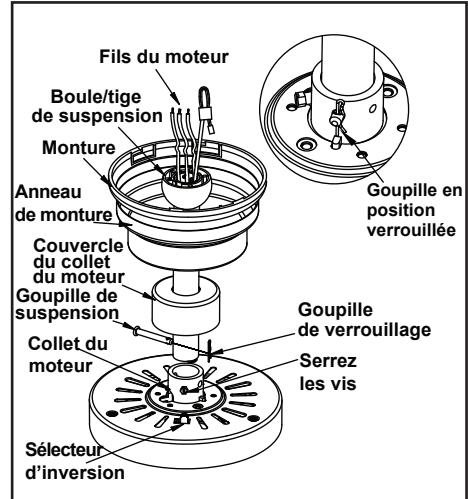

Figure 7
4. Faites passer les fils sortant du dessus du moteur du ventilateur par le couvercle décoratif du collet du moteur puis par l'anneau de monture. Assurez-vous que les ouvertures en fente sont orientées vers le haut. Faites passer les fils à travers la monture et ensuite à travers l'ensemble boule/tige de suspension. (Figure 7)
6. Alignez les trous au bas de la tige de suspension avec les trous du collet sur le dessus du boîtier du moteur. (Figure 7)
Insérez avec précaution la goupille de suspension dans les trous du collet et de la tige de suspension. Faites attention à ne pas coincer les fils à l'intérieur de la tige de suspension avec la goupille de suspension. Insérez la goupille de verrouillage dans le trou près de l'extrémité du boulon jusqu'à ce qu'elle se bloque en place, tel qu'indiqué dans le médaillon circulaire de la Figure 7.
Le ventilateur est expédié avec le commutateur d'inversion réglé pour faire circuler l'air vers le bas. Pour inverser la direction du débit d'air, il suffit d'éteindre le ventilateur, d'attendre que les pales s'immobilisent complètement, puis de glisser le commutateur d'inversion (situé en haut du boîtier du moteur, voir la Figure 7 à la page 4) en position inverse et de remettre le ventilateur en marche. Les pales du ventilateur tourneront dans la direction inverse et le débit d'air sera dirigé vers le haut.